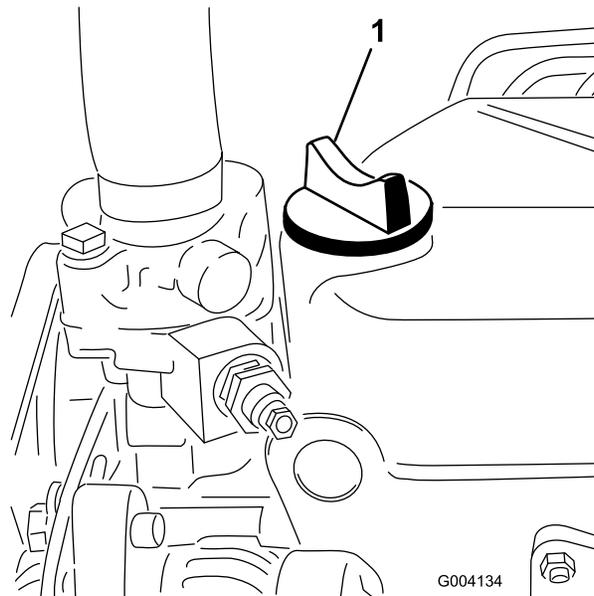

Figura 34
5. Se o nível de óleo se encontrar abaixo da marca Full (Cheio) da vareta, retire o tampão de enchimento (Figura 34) e adicione óleo até que o nível atinja a marca Full.